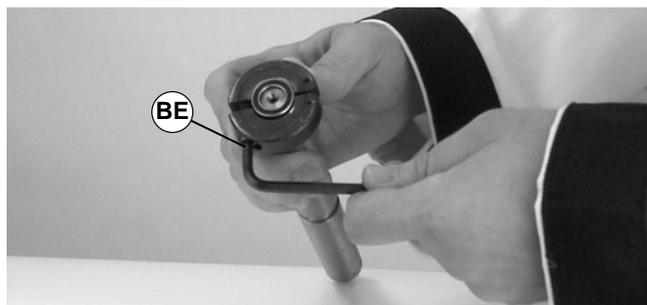

Abbildung 40
2. Mit einem 3/16" Sechskantschlüssel (BE siehe Abbildung 40) das Werkzeug fest anziehen.